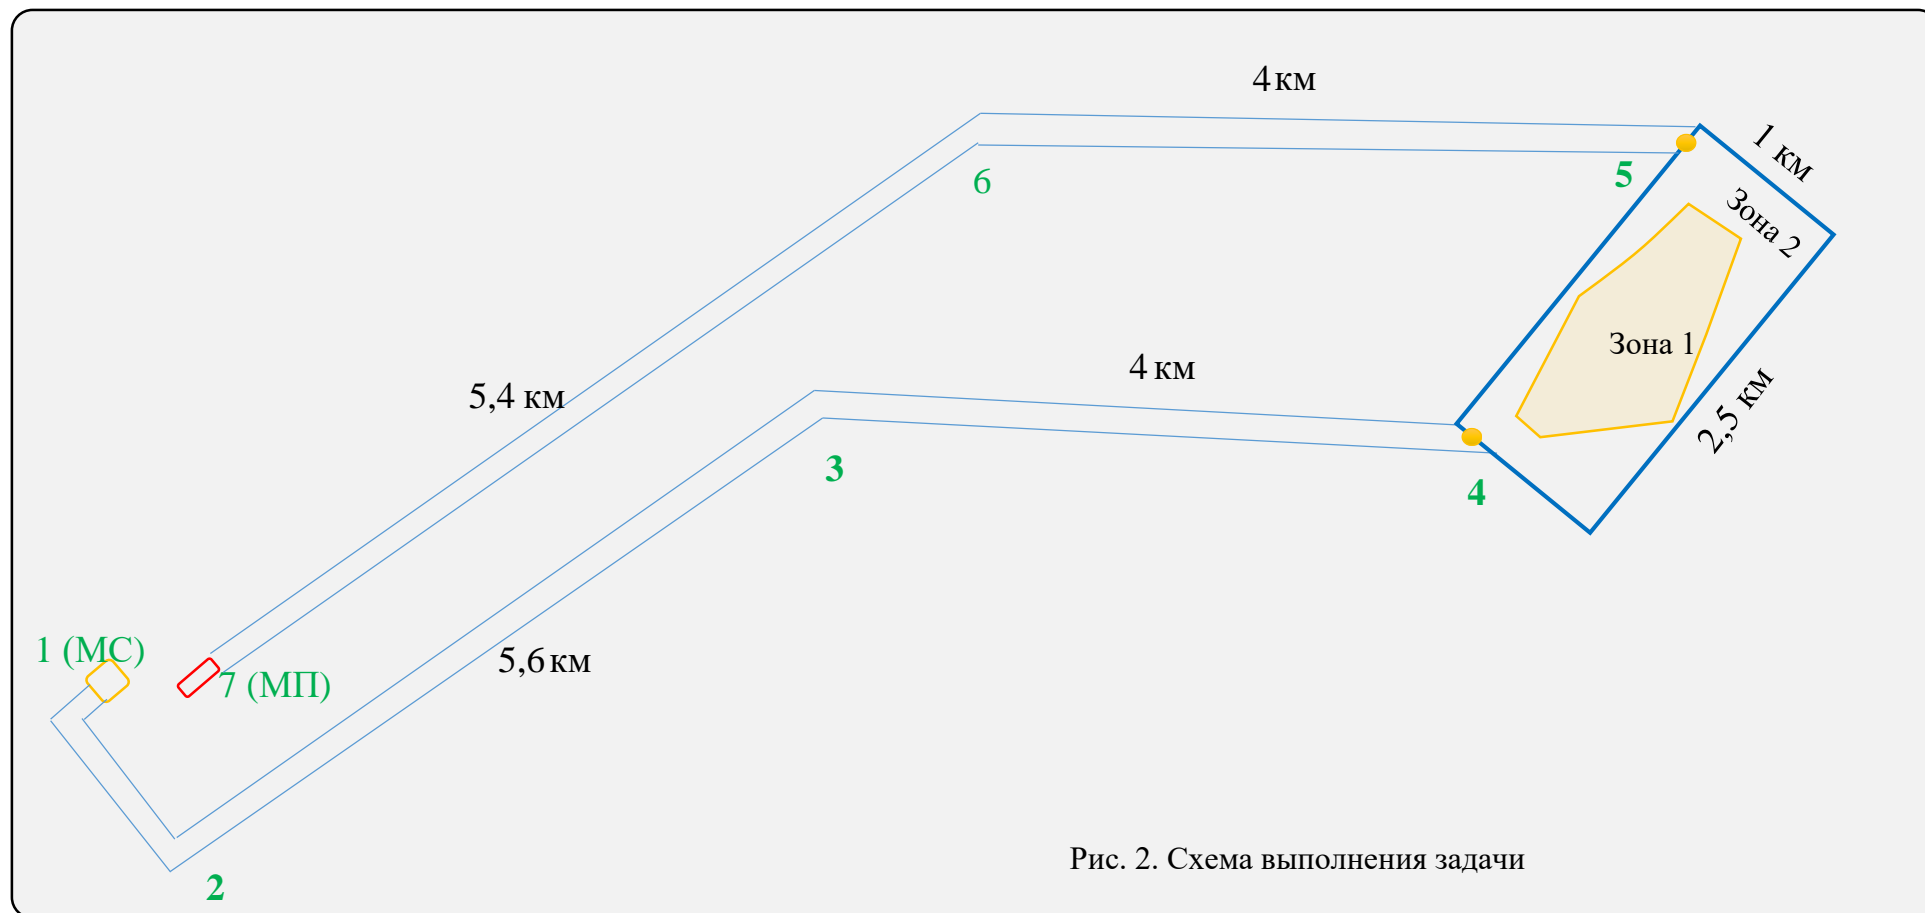

Рис. 2. Схема выполнения задачи
7) Создание ортофотоплана Зоны 1 (рис.2) с разрешением 5см/пиксель в заданной системе координат. Точность определения плановых координат на уровне земли 12 см СКО. Формат файлов GeoTIFF (либо другие стандартные растровые форматы с файлами-спутниками, содержащими геопривязку изображений, в форматах ArcInfo World или MapInfoTAB). Допускается разрезать ортофотоплан на отдельные планшеты по прямоугольной сетке (мозаику из нескольких растров), при этом не должно быть щелей, пропусков и других дефектов на стыках соседних растров.